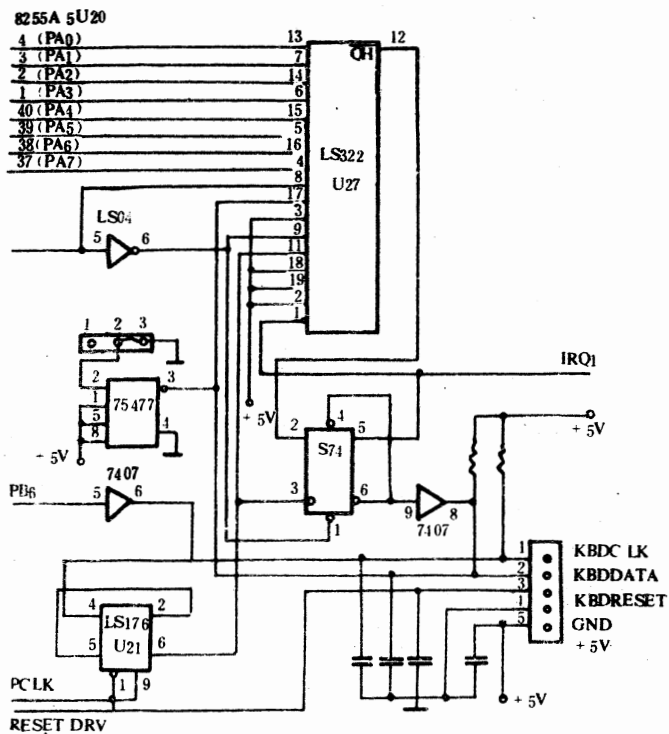

图 4-1 键盘接口逻辑电路
1. 静态检查。先用万用表笔尖让 U27 相邻的两脚 U27-9、U27-10 短接一下，再依序检查下列各点电位(参见图 4-1)：
① U27-9 应为高电平，否则 U89 坏；② U27-1 应为低电平，否则 U70 坏；③ U21-4 应为高电平，否则 U68 坏；④ U27-17 应为高电平，否则 U85 或 U68 坏；⑤ U27-11 应为高电平，否则